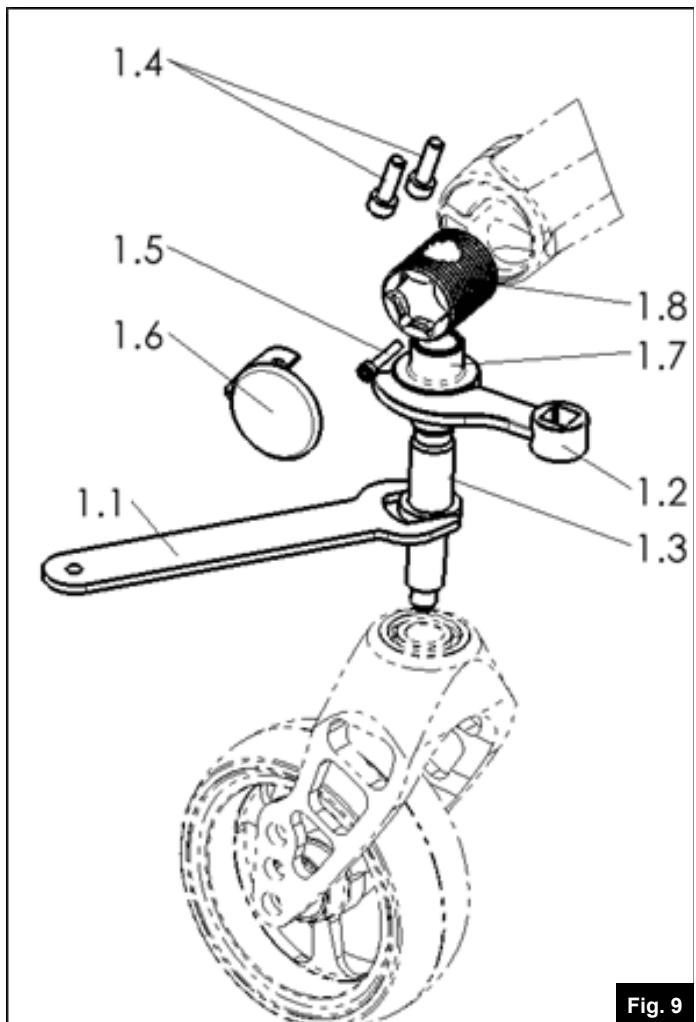

Fig. 9
- Entfernen Sie die in Position 1.4 (Fig. 9) gezeigten M6-Schrauben mit einem Inbusschlüssel.
- Entfernen Sie die in Position 1.6 (Fig. 9) gezeigte Kappe.
- Entfernen Sie die in Position 1.5 (Fig. 9) gezeigten Sicherheitsschrauben mit einem Inbusschlüssel.
- Lösen Sie die in Position 1.7 (Fig. 9) gezeigte Sicherungsmutter mit Werkzeug 66009203-ET.
- Entfernen Sie den in Position 1.3 (Fig. 9) gezeigten Lenkradbolzen wie in Position 1.1 gezeigt.
- Montieren Sie den Lenkradbolzen in Pos. 1.3 (Fig. 9).
- Verriegeln Sie die in Pos. 1.5 (Fig. 9) gezeigten Sicherheitsschrauben
- Verriegeln Sie die in Position 1.6 (Fig. 9) gezeigte Kappe
- Ziehen Sie die in Pos. 1.7 (Fig. 9) gezeigte Mutter mit einem Drehmoment von 28 Nm an.
- Ziehen Sie die in Position 1.4 (Fig. 9) gezeigten M6-Schrauben mit einem Drehmoment von 7 Nm an.